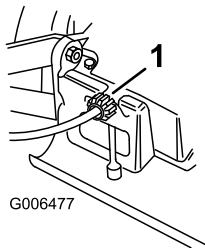

Figura 23
Si el cortacésped no avanza o si tiene tendencia a avanzar lentamente cuando la barra de control está a **más** de 3,8 cm (1-1/2 pulgadas) del manillar, ajuste el mando de control de la transmisión de las ruedas, en la parte trasera de la caja de engranajes (Figura 23).
2. Gire el mando de control en el sentido de las agujas del reloj 1/2 vuelta si el cortacésped no avanza. Si el cortacésped avanza lentamente, gire el mando /vuelta en el sentido opuesto a las agujas del reloj (Figura 23).